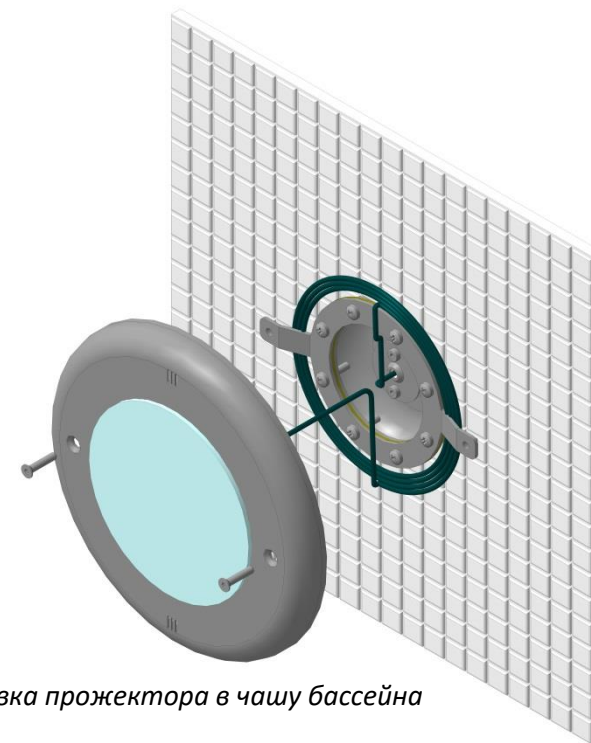

Рис. 4 Установка прожектора в чашу бассейна
5.6. При установке лицевой части с лампой в закладную деталь, остатки кабеля намотать на специальные усы на прижимном фланце, как показано на рис. 4.